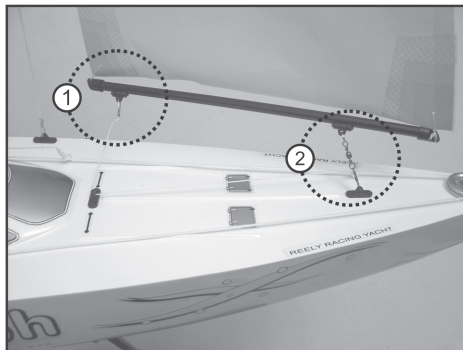

Figure 8
Montez la voile avant, comme illustré sur la figure 8, pos. 2, au pont du bateau à l'aide de la corde et du crochet.
Clipsez la corde de commande à la « bôme » de la voile avant, comme illustré sur la figure 8, pos. 1. Vous pouvez ainsi piloter (comme pour la grand-voile), le réglage angulaire de la voile.